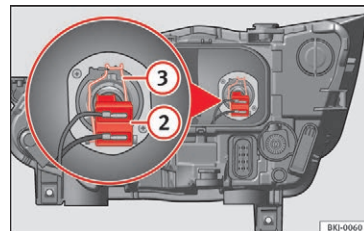

Fig. 111 I motorrummet: pære til nærlys
- Træk stikket af lygten **» Fig. 111 2**.
- Tag fjederen **» Fig. 111 3** af ved at trykke den ind og dreje mod højre.